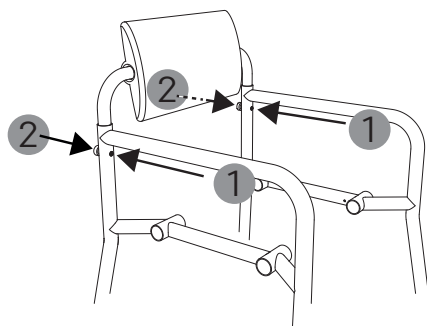

fig. 5
4. Orientez les parties latérales parallèlement l'une à l'autre (fig. 5). Insérez une vis (M6 x 50 mm) dans chacune des parties latérales à gauche et à droite (1, fig. 5) et serrez-les fermement avec les écrous moletés à l'arrière du produit (2, fig. 5).